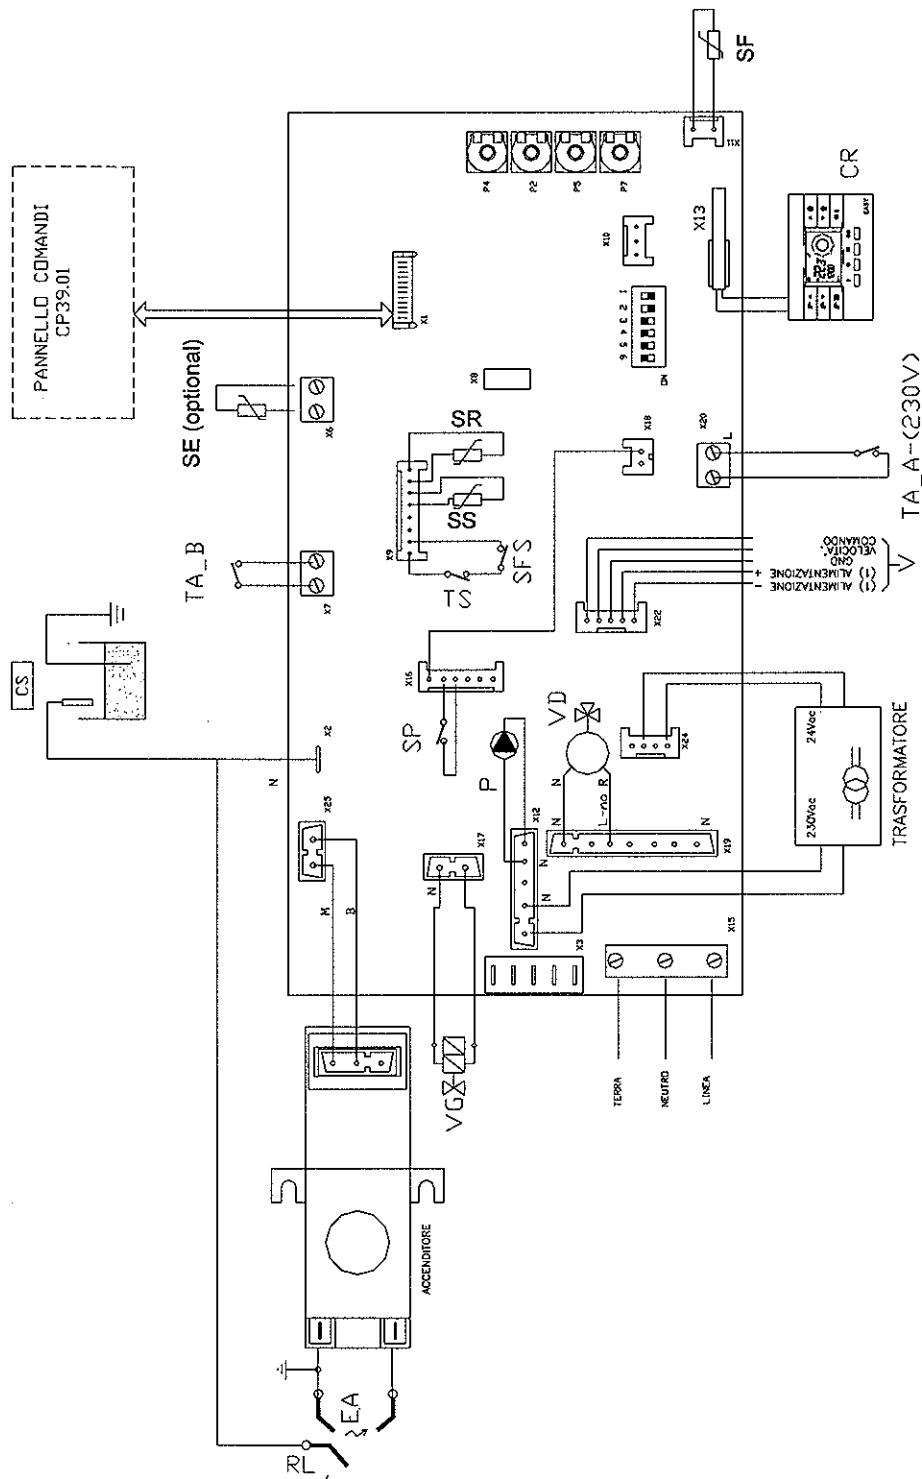

Fig. 4
- **Dip-switch:** nella scheda (vedere fig. 4) sono presenti 6 dip-switch il cui spostamento permette diverse opzioni di funzionamento che vengono sotto riportate:
Termostato Ambiente On/Off: effettuare il collegamento ai morsetti TA_A e/o TA_B della scheda (fig.4) verificando che non vi sia tensione ai capi dei fili provenienti dall'impianto (contatto pulito). Altre informazioni sul funzionamento del sistema alta/bassa temperatura sono inserite al capitolo 2.8
Sonda Esterna: è collegabile direttamente all'impianto elettrico della caldaia (morsetti SE fig. 4) e consente di adeguare automaticamente la temperatura massima di mandata all'impianto, al variare della temperatura esterna. Quando la si collega deve anche essere variata la posizione del Dip-Switch num. 3. Dalla posizione OFF lo si porta alla posizione ON.
La correlazione fra temperatura di mandata TM all'impianto e temperatura esterna TE è determinata dalla posizione del trimmer P7 presente in scheda (vedere fig.4) secondo le curve qui di seguito riportate. Per maggiore comodità è possibile anche agire sul potenziometro del riscaldamento, in questo modo si ha la possibilità di regolare $\pm 5^{\circ}\text{C}$ la temperatura di mandata mantenendo la pendenza della curva regolata sul trimmer P7 come esemplificato in cap. 1.
Assicurarsi che i fili di collegamento che vanno dalla caldaia al CR siano privi di tensione (pena il danneggiamento della scheda elettronica della caldaia), e che **non sia presente il ponte tra i contatti TA_A e TA_B** (fig. 4) per i termostati ambiente.
Il comando remoto con impianti misti come sopra descritto deve essere opportunamente configurato in scheda elettronica. Ciò si attua impostando il "dip-switch num. 4" su ON (ved. Fig. 4 Pag. 12), consentendo il controllo della temperatura del sanitario e lo sblocco di caldaia (non più di cinque tentativi, dopo sarà necessario lo sblocco da caldaia) ma perdendo la funzione di cronotermostato che sarà attuata dai termostati di zona.